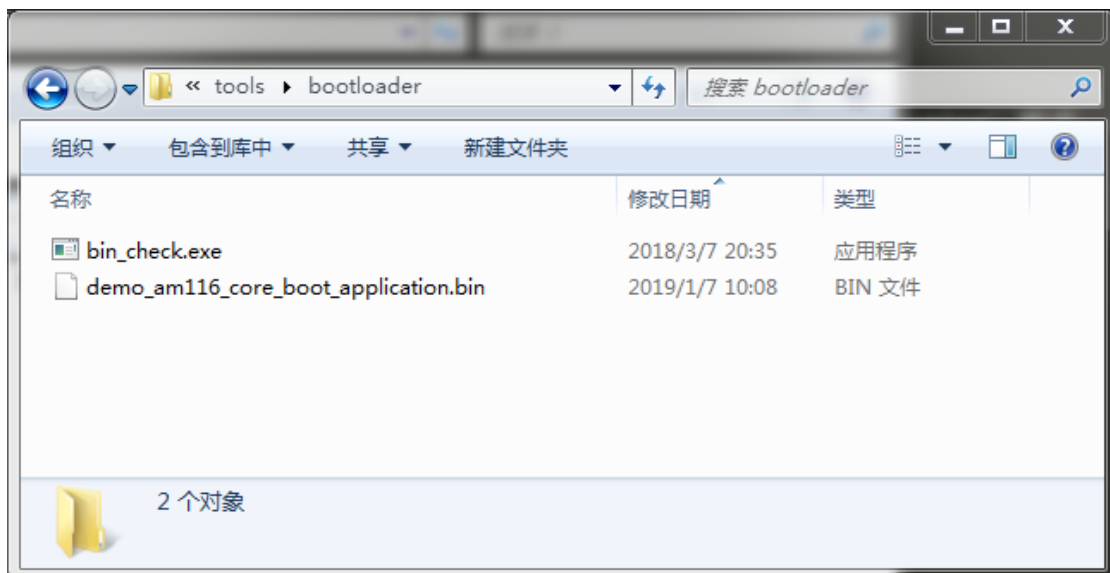

图 11: bin_check 工具拷贝
1、将 bin 文件和 bin_check.exe 工具拷贝至同一目录，如 图 11 所示。